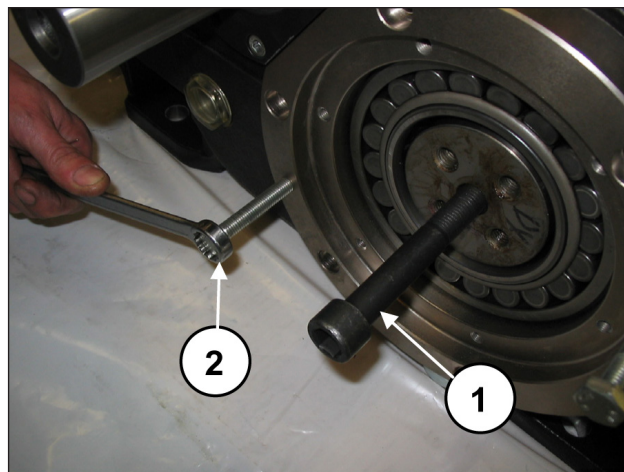
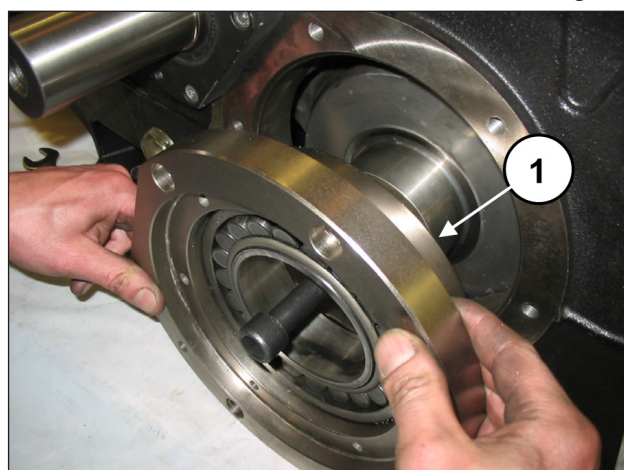

Fig. 24
Fig. 25
Aplique um pino rosqueado M16 em uma extremidade do eixo de manivela (pos. ①, Fig. 24) e, mantendo-o elevado, extraia a cobertura do porta-rolamento completo do rolamento e anel circular (pos. ①, Fig. 25). Para agilizar a desmontagem, use dois grãos ou parafusos M10 (pos. ②, Fig. 24) com a função de extratores. Repita a operação do lado oposto.